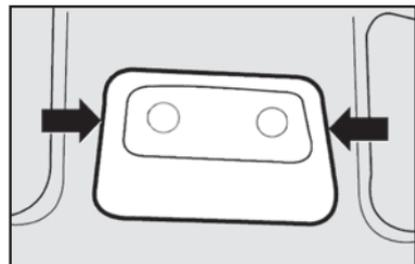

fig. 62
- utilizando un destornillador en los puntos **fig. 62** quite la consola de techo completa que está fijada a presión;